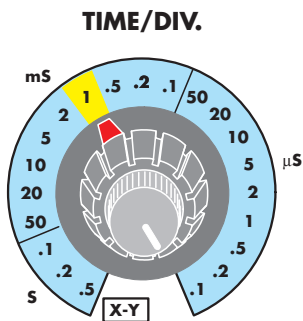

Figure 4 : Placez le sélecteur Time/div. sur 1 ms pour visualiser le signal visible figures 8, 9 et 10.
- E = sélecteur de la base de temps ou Time/div. (voir figure 4)
- placer le sélecteur Time/div. (voir figure 4) sur 1 milliseconde de façon à visualiser à l'écran une ample bande de signal (voir figure 9), quand on applique à l'entrée de l'oscilloscope le signal provenant du générateur HF,